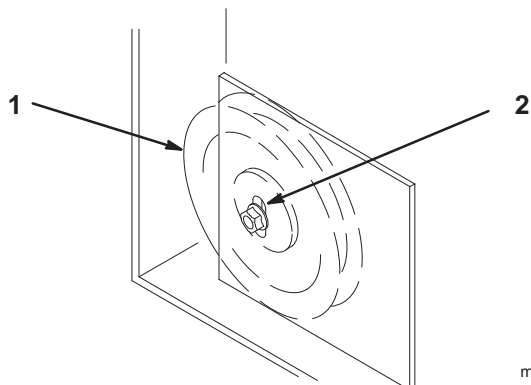

Figure 68
9. Si un réglage est nécessaire, desserrez la poulie de renvoi fixe sur la plaque de support droite et déplacez-la en haut ou en bas de la fente de réglage (Fig. 68). Pour détendre la courroie, tirez sur la poulie de tension rappelée par ressort.